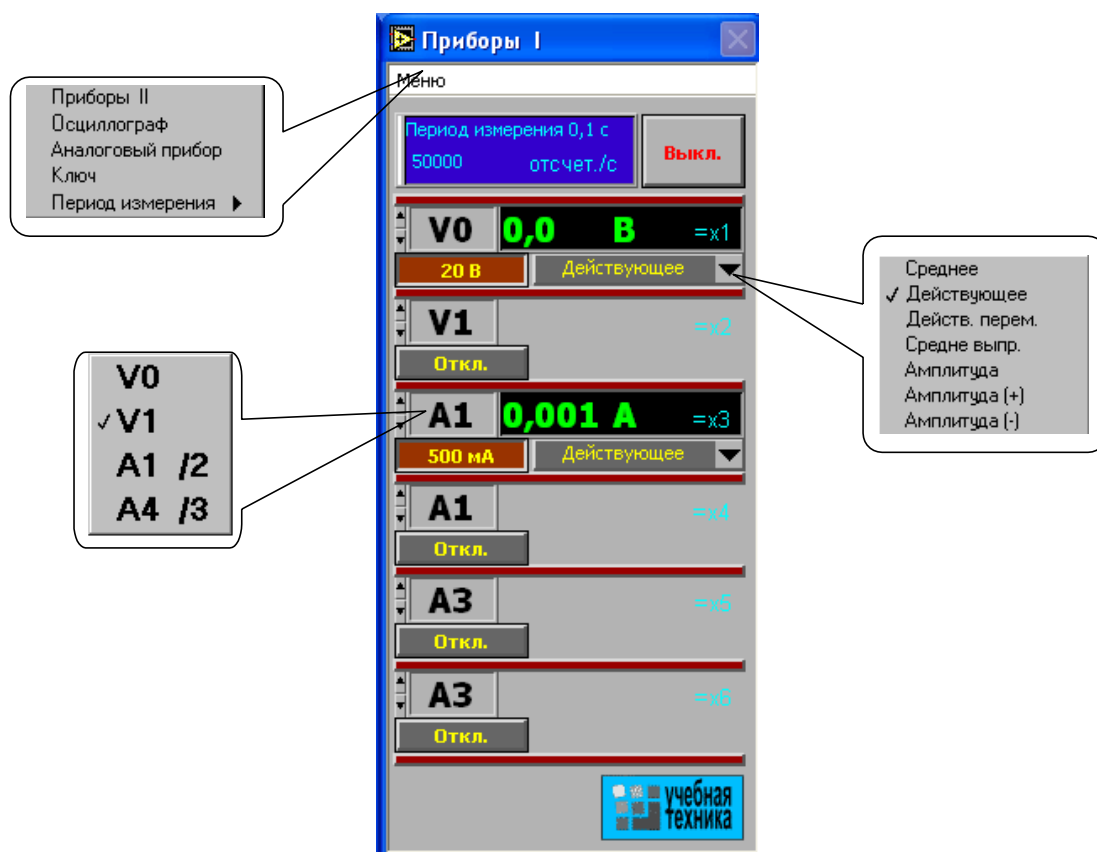

Рисунок 1.7 – Меню для работы с виртуальными приборами
4) Активизируйте нужные виртуальные приборы, щелкнув в соответствующих окнах на кнопках «Откл». Для отключения прибора щелкните в окне предела измерения. Чем больше каналов задействовано в виртуальных измерениях тока и напряжения, тем ниже частота сканирования и меньше значений вводится в компьютер за период измерения. Период измерения, в течение которого производится ввод данных в компьютер, по умолчанию равен 0,1 с. Его можно изменить, открыв меню, как показано на рисунок. 1.7 и выбрав мышью строку «Период измерения».